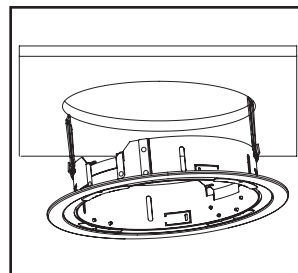

Figure 27.
- Utilisez l'ouverture du plafond/boîtier pour maintenir les ressorts de fixation à l'étape 2 à la verticale. Poussez les 2 autres ressorts de fixation à la verticale, puis insérez-les dans le plafond (Figure 27.).